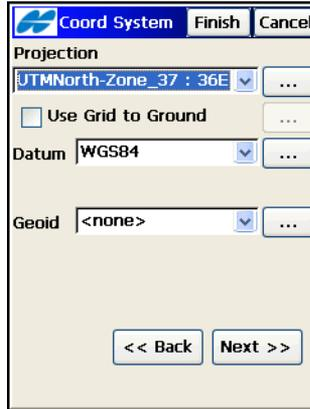

Abbildung 4-83. Koordinatensystem
1. Legen Sie im Fenster *Koord.system* die Parameter des verwendeten Koordinatensystems fest: Abbildung, Datum und/oder Geoid. Tippen Sie dann auf **Weiter** (Abbildung 4-83).
1. Zum Ändern von Abbildungen, Daten oder Geoiden tippen Sie auf die **Listenschaltfläche**  (Abbildung 4-83 auf Seite 4-69) im jeweiligen Feld. Anleitungen finden Sie unten.
Wählen Sie im Fenster *Koord.system* (Abbildung 4-83 auf Seite 4-69) eine Abbildung in der Liste im Feld „Abbildung“. Um eine neue Abbildung einzutragen, tippen Sie auf die **Listenschaltfläche** neben dem Feld *Abbildung*.
1. Tippen Sie auf die **Listenschaltfläche** im Feld *Datum* des Fensters *Koord.system*, um ein Datum hinzuzufügen (Abbildung 4-83 auf Seite 4-69). Das Fenster *Eigene Datums* erscheint (Abbildung 4-88 auf Seite 4-75).